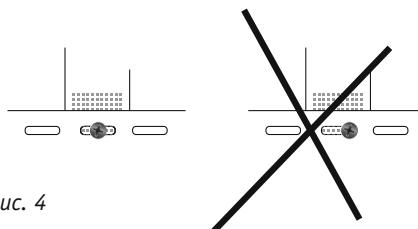

рис. 4
- Для крепления панелей используйте шурупы, что позволит избежать появления ржавых подтеков на панелях. Шурупы должны входить в крепежную основу строго перпендикулярно, ни в коем случае под углом, и строго по центру отверстий, предусмотренных в планках и панелях, это обеспечит возможное вертикальное расширение (рис. 4).